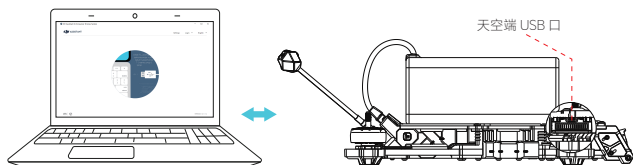

图 1-1
1.1 天空端及飞行眼镜激活：Nazgul Evoque F7 飞行器连接电池，通过 USB-C 接口 [图 1-1] 连接对应设备至电脑并运行 DJI Assistant 2 (消费机系列) 调参软件*³ 进行激活与固件升级，详情请参考 DJI O4 Air Unit 用户手册。